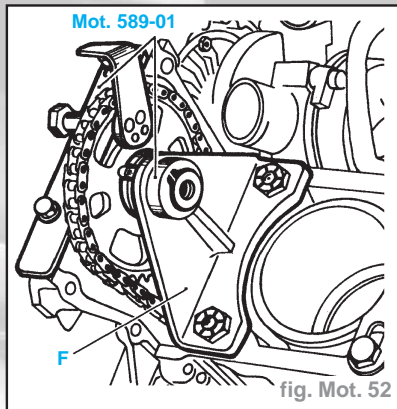

fig. Mot. 52
- Afin de ne pas décaler la distribution, utiliser le faux palier (F) uniquement dans le cas où il sera nécessaire de faire tourner le vilebrequin, par exemple : remplacement des ensembles "chemise-piston" (fig. Mot. 52).